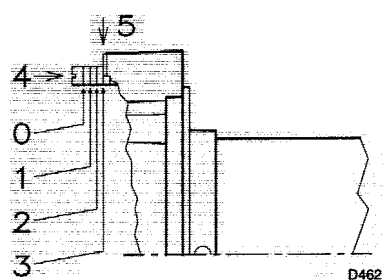

Рис. 10
Поверните винт (4) (рисунок 10), пока риска, указанная в диаграмме (рисунок 11), не совпадет с передней поверхностью фланца (5) (Рис. 10).